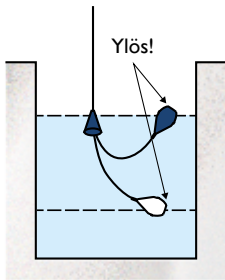

Abbildung 5. Achten Sie auf die richtige Position des Schwimmkörpers.
- Beim Trockentest des Schwimmerschalters ist auf die richtige Position des Schwimmkörpers zu achten: die UP-Kennzeichnung am unteren Rand muss nach oben zeigen. Wenn der Schalter beispielsweise auf den Boden gelegt wird, dreht er sich aufgrund des eingebauten Kippgewichts in eben diese Lage (Abb. 5).